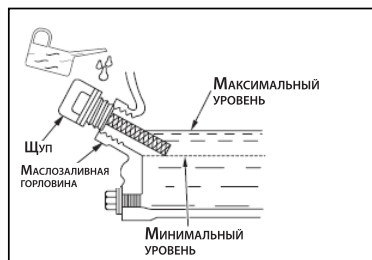

Рис. 4
**ВНИМАНИЕ!** Перелив масла может привести к поломке генераторной установки, поэтому заливаете масло, постоянно проверяя его уровень щупом. Если было залито лишнее масло, выше отметки Max. на щупе, его необходимо слить, открутив сливной болт (Рис. 4).